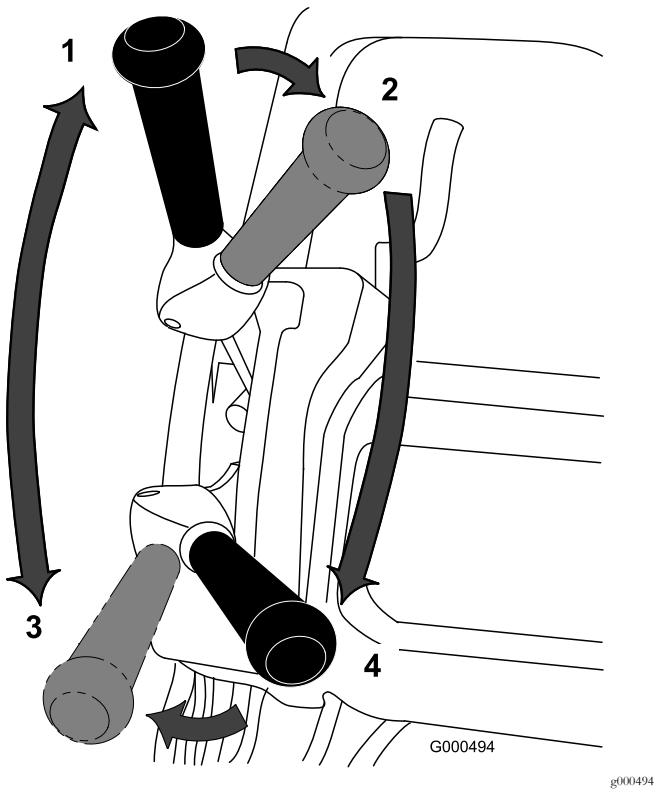

Figure 35
1. Mettez la machine en marche, placez la commande de vitesse en position VITESSE NULLE, appuyez sur le guidon pour soulever le plateau de coupe, actionnez la commande de présence de l'utilisateur, placez le levier de commande de déplacement en position ENGAGÉE (Figure 35) et augmentez progressivement le réglage de vitesse pour transporter la tondeuse jusqu'en bordure du green.
3. Désengagez le levier de commande de déplacement puis déplacez-le vers la gauche et en avant, pour engager la transmission et l'entraînement du cylindre (Figure 35).